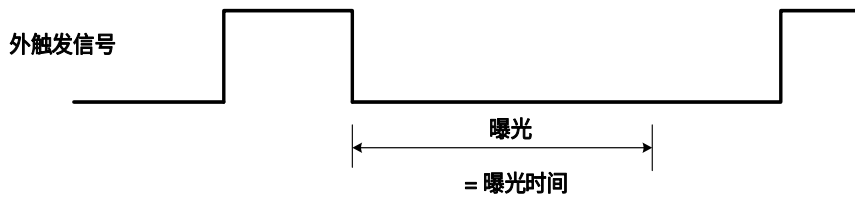

图 8-24 下降沿触发定时曝光模式时序图
- 如果启用下降沿触发，曝光会在触发信号下降时开始，一直持续到曝光时间结束，如图 8-24 下降沿触发定时曝光模式时序图所示